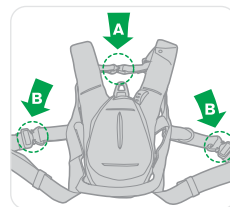

Figur 10
- Åbn hurtig-udløsserspænderne, der er monteret på bryst- og benstropperne (Se Figur 10).